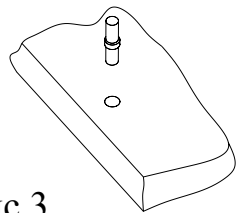

Рис.3
- Вставить полкодержатели в соответствующие плоскостные отверстия деталей 2 и 3 корпуса изделия АС-24 (Рис. 3).